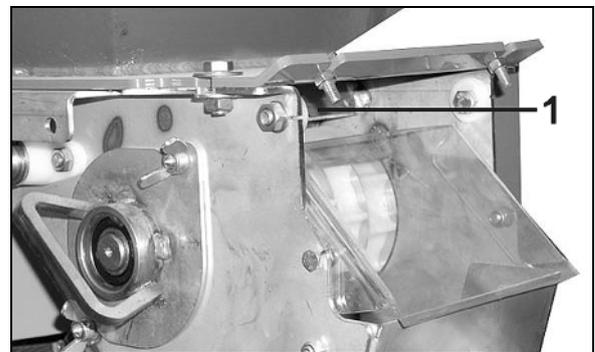

Fig. 57
2. Poussez le clapet (Fig. 57 / 1) jusqu'en butée dans le doseur.